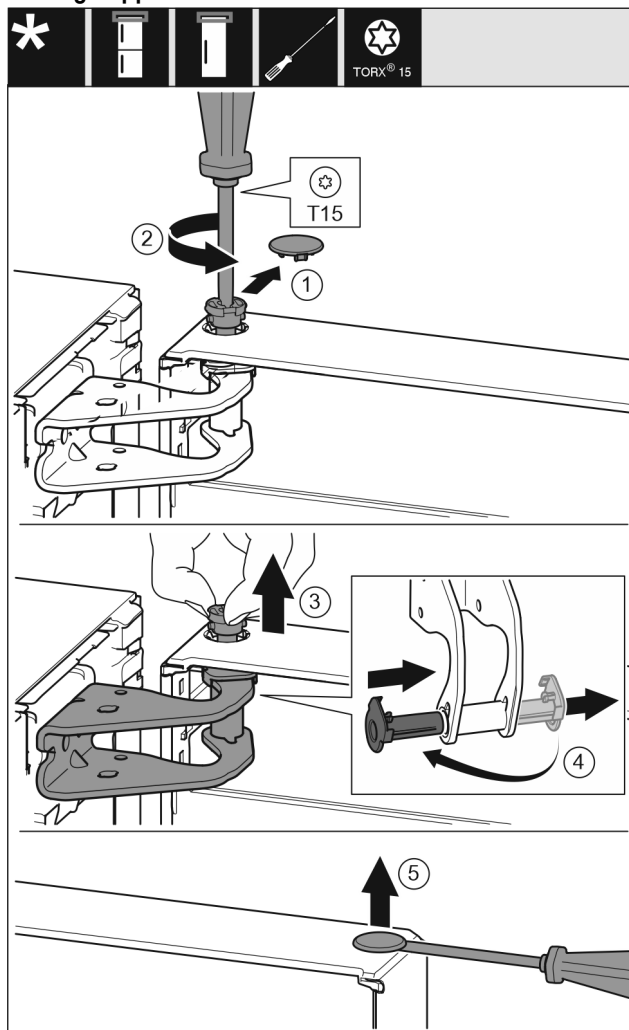

Fig. 6
- ▶ Estrarre con cautela la copertura di protezione. Fig. 6 (1)
- ▶ Con un cacciavite T15 svitare un po' il perno. Fig. 6 (2)
- ▶ Tenere ferma la porta ed estrarre il perno con le dita. Fig. 6 (3)
- ▶ Estrarre la boccola dalla guida. Inserire dall'altro lato e innestare. Fig. 6 (4)
- ▶ Con un cacciavite a testa a intaglio sollevare con cautela i tappi a vite dalla boccola della porta ed estrarli. Fig. 6 (5)